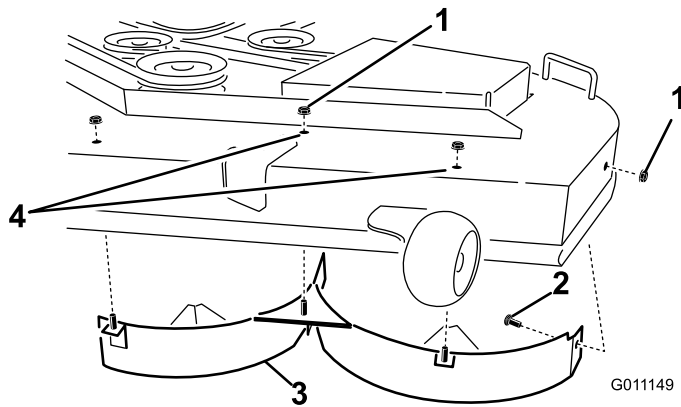

Figure 32
6. Retirez les trois contre-écrous (5/16 pouce) fixés aux montants soudés du déflecteur gauche sur le dessus du plateau de coupe, au centre, à gauche du centre et à gauche (Figure 32). Sur la paroi latérale du plateau de coupe, retirez le boulon de carrossier
- Enlevez le déflecteur gauche du plateau de coupe, comme illustré à la Figure 32.
- Trouvez les deux boulons et contre-écrous dans les pièces détachées. Placez ces fixations dans les trous du plateau de coupe (voir Figure 32) pour éviter la projection de débris. Montez le boulon par le dessous du plateau de coupe et fixez-le à l'extérieur avec un contre-écrou.